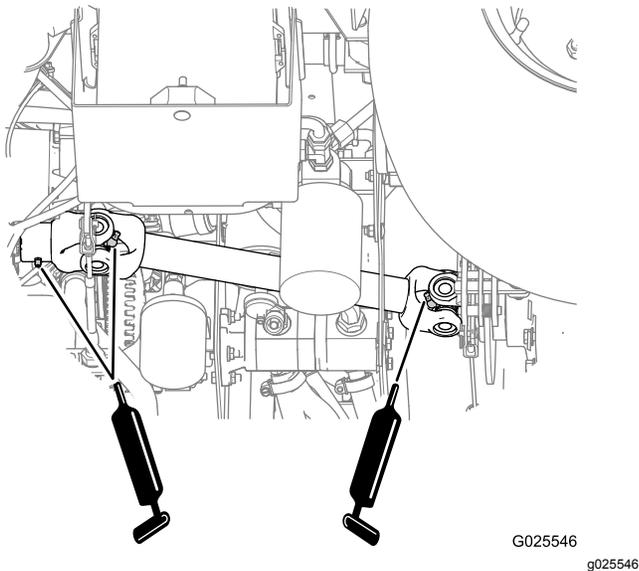

Рисунок 39
- Карданные шарниры вала привода (2 шт.); см. Рисунок 39
- Скользящая вилка (1 шт.); см. Рисунок 39